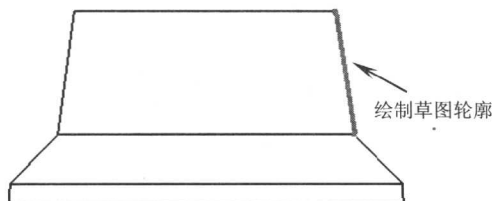

图2-16
3. 在【成形特征】工具条中单击【草图】按钮，弹出【基准平面】悬浮工具条，然后依次单击【ZC-XC】和【确定】按钮进入二维草图界面，绘制图 2-16 所示的草图轮廓。